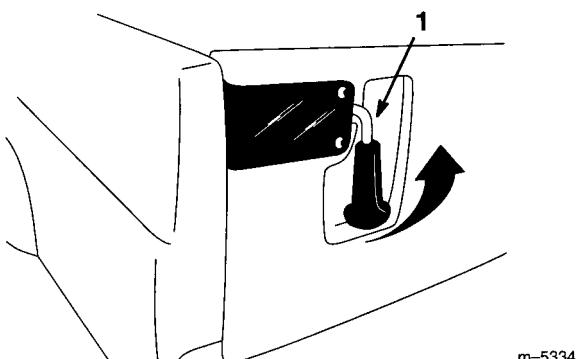

図21
1. テールゲートを開くには、ラッチを外側に押す(図21)。ラッチを上に引くと、スプリングの働きでラッチは内側に飛び出してくれる所以、注意しながらテールゲートを降ろす。